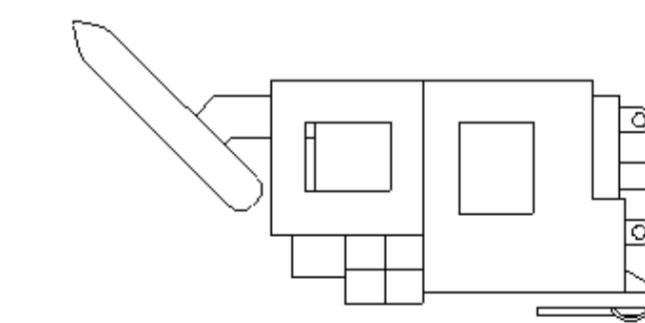
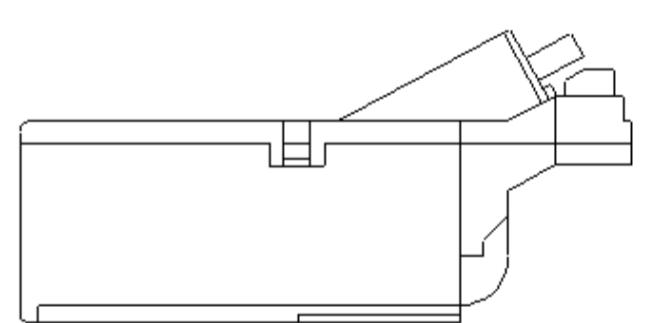

Figura 1
Figura 2
3. Si su bomba y soporte lucen como la figura 1, continue al Paso 4. Si su bomba y módulo lucen como la figura 2, siga al paso 20.